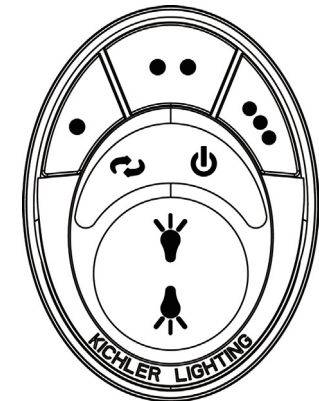

Figura 30
Paso 5. Los botones controlan la velocidad y la luz del ventilador de la siguiente manera: (Figura 30)